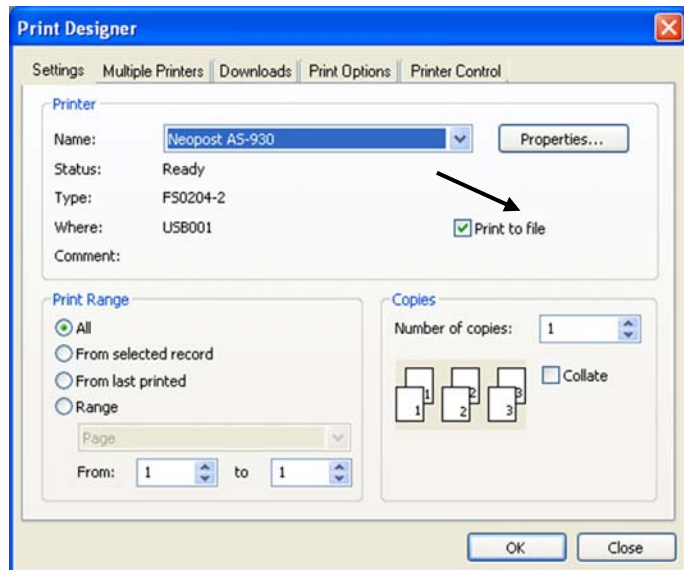

Abbildung 62: Dialogfeld „Drucken“
- Aktivieren Sie das Kontrollkästchen „Ausgabe in Datei“, wie in Abbildung 62 gezeigt.